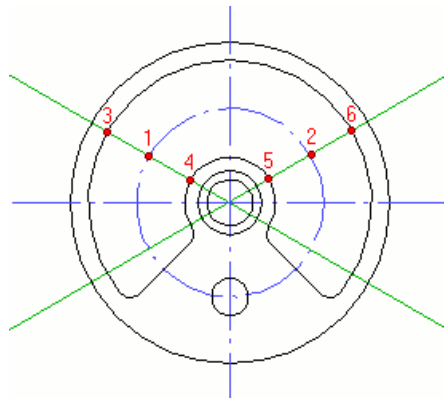

Рисунок 1.9 – Побудова вигляду зліва (четвертий етап)
10. Наведіть курсор до точки перетину осьових ліній і натисніть клавішу <L> на клавіатурі. Введіть значення 30 в рядок введення значень і натисніть <Enter>. Знову натисніть клавішу <L>, введіть -30 і натисніть <Enter> (рис. 1.9).